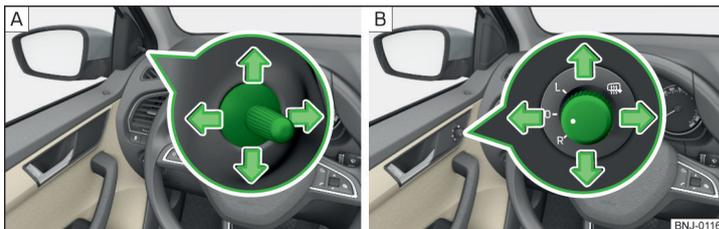

Fig. 53 Comando do espelho exterior: mecânico/elétrico
- Para a **regulação** da superfície do espelho, mover o botão no sentido das setas » Fig. 53.
O botão rotativo para os espelhos ajustáveis eletricamente pode ser movido nas seguintes posições » Fig. 53 - B.